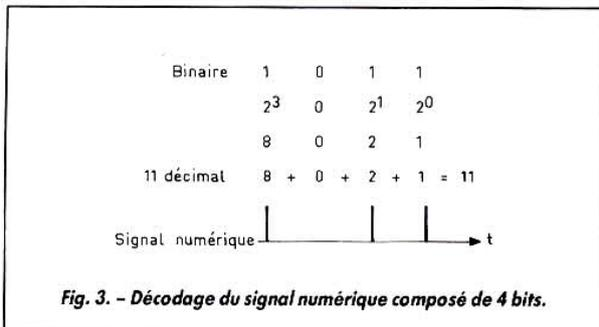

Fig. 3. - Décodage du signal numérique composé de 4 bits.
Nous pouvons comparer, par exemple, cette tension comme celui du niveau 11 analogique. Ce nombre décimal traduit en binaire vaut  $1 + 0 + 1 + 1$ , ce qui veut dire  $2^3 + 0,2^2 + 2^1 + 2^0$ . La figure 3 montre la conversion du niveau analogique (11) en niveau numérique 1011 binaire.